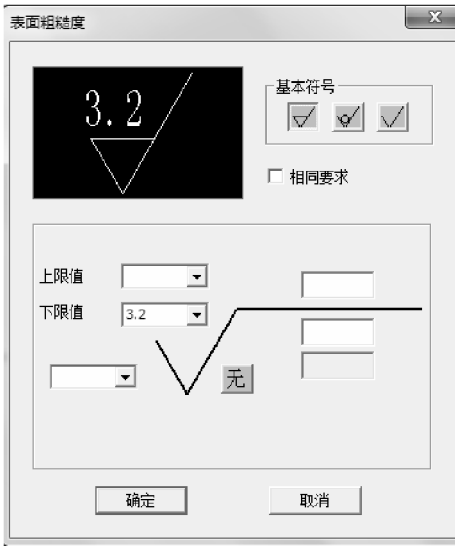

图 5-34 【表面粗糙度】对话框
2) 标准标注。切换立即菜单的第一项为【标准标注】，同时弹出如图 5-34 所示的对话框。